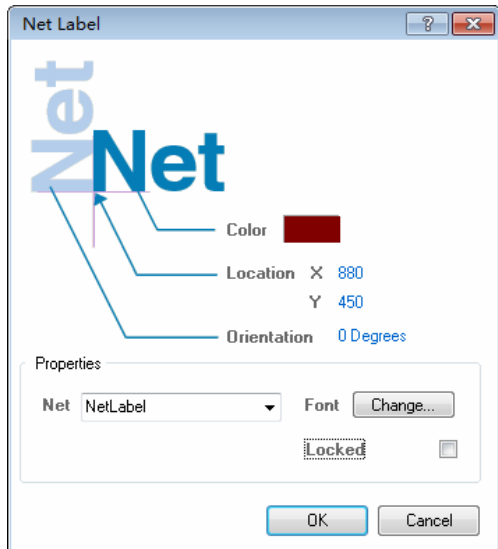

图 4-39 网络标签属性对话框
(1) 将电感右边引脚和电容左边引脚分别连接一小段导线。
(2) 按下 P+N 快捷键, 进入放置网络标签状态。移动光标到电感右边引脚导线上, 当光标变为红色米字形后单击鼠标左键放置网络标签, 然后按照同样的方法在电容左边引脚所连导线上放置网络标签, 单击鼠标右键退出放置状态。
(3) 这两个网络标签默认为 NetLabel1 和 NetLabel2, 必须使它们相同才能建立两个引脚之间的电气连接关系。分别双击这两个网络标签, 在弹出的网络标签属性对话框中把 Net 文本框中的内容设为相同, 如都设为 NetLabel, 如图 4-39 所示。
双击放置好的网络标签或者在放置网络标签状态下按 Tab 键, 弹出网络标签属性对话框, 在 Net 文本框中输入网络标签名称, 并可设置放置方向、坐标、字体、颜色、是否锁定等, 如图 4-39 所示。